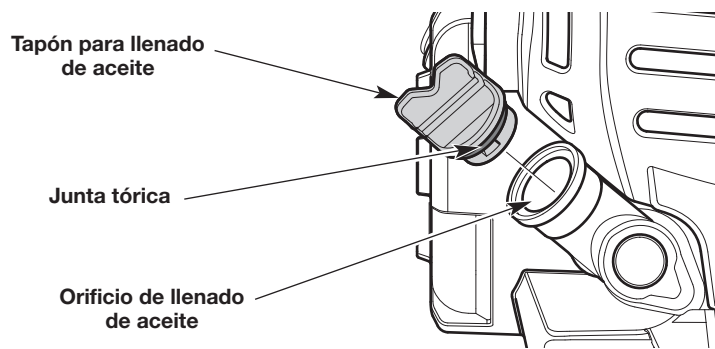

Fig. 16
2. Desenrosque el tapón de llenado de aceite (Fig. 16).
3. Vierta todo el contenido del recipiente dentro del orificio de llenado de aceite (Fig. 16). **NO** llene el depósito en exceso. Consulte *Control del nivel de aceite*.
5. Compruebe que la junta tórica esté en su lugar en el tapón de llenado de aceite (Fig. 16).